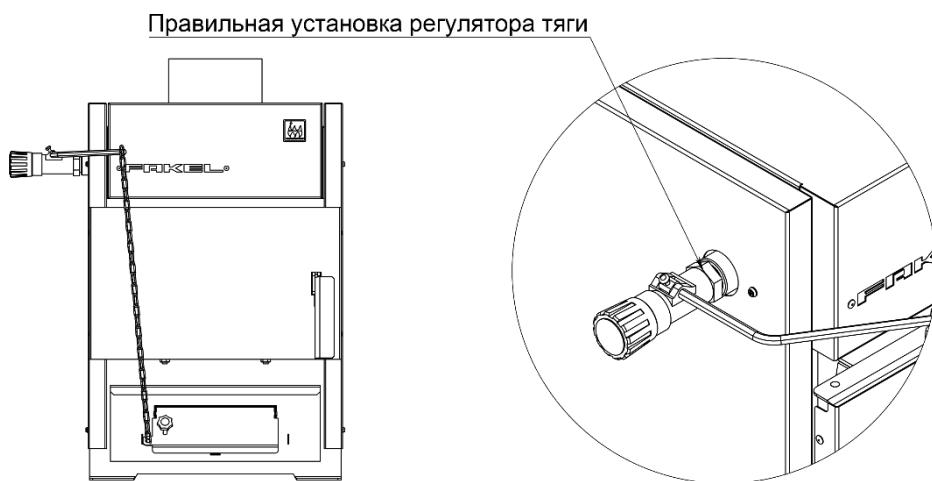

Рис. 8 Установка регулятора тяги
- Выньте транспортировочную пластмассовую трубку и вместо нее вставьте шестигранный рычаг передней стороной, в которой нет отверстия и зафиксируйте рычаг затянув винт. Вставьте большой крючок цепочки в отверстие рычага. Регулятор тяги при этом должен быть установлен зажимным винтом вверх (рис. 8).